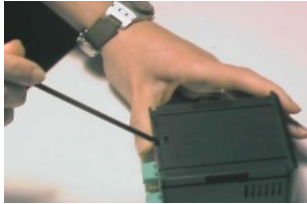

Abbildung 1
- 1.- **Alle Leitungen müssen abgeklemmt sein.** Die Schnappbefestigung der Rückwand mit einem Schraubenzieher oder ähnlichen Werkzeug niederdrücken um das Gehäuse zu Öffnen. (Abbildung 1)
- 1.- **Insure that no incoming wire is connected to the instrument.** Press the case holding piece with a screwdriver or a similar tool in order to release the base from the rest of the case.(figure1)